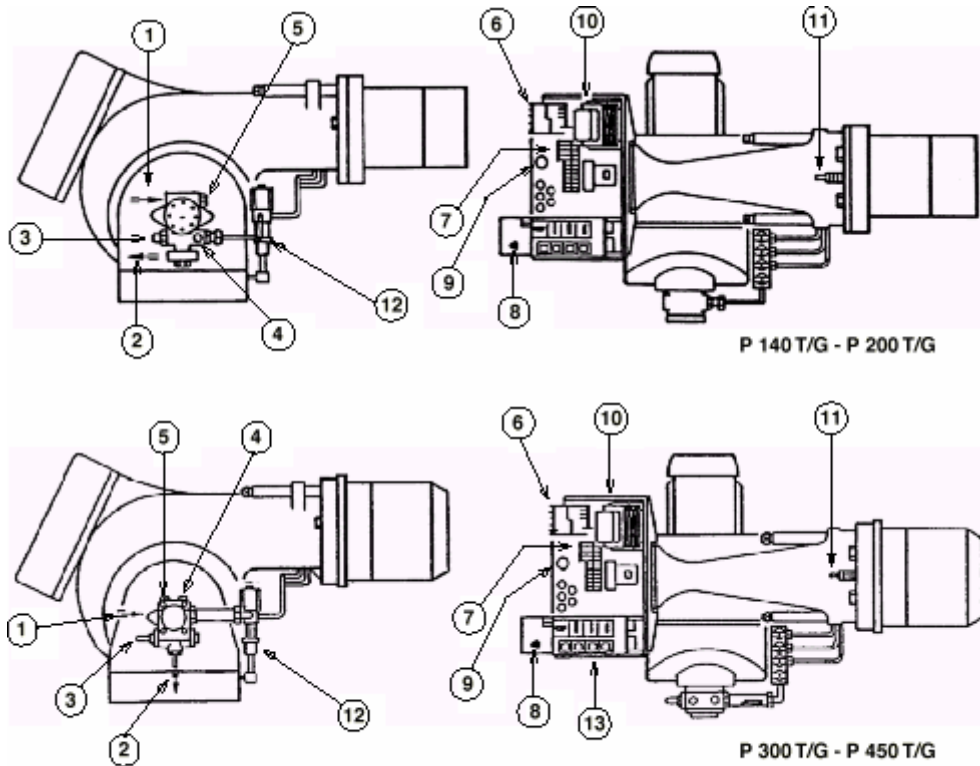

Fig. 1
油泵注油： 将螺钉从真空表接口 5 (图 1) 上拧下，直到燃料流出
从真空表接头 (5) (图 1) 处注入轻油，运行燃烧器，待油泵启动后，将空气从油压表接头 (4) (图 1) 处清除出去，如果出现锁定，重复这一过程。